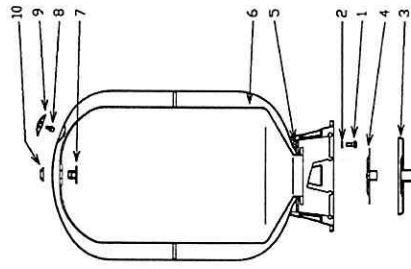

Fig. 3
3. Take the tank out of its package, remove the protection plug (Fig. 3, No. 9) from the air valve and then check the preloading pressure, making sure that this pressure is slightly less than the pressure switch triggering pressure and adding or removing air as required, and then screw the protection plug back on.
Proceed as follows for the replacement of the bladder (See Fig. 3):
3. Die Verpackung vom Behälter entfernen, den Schutzverschluss (Abb. 3 - Nr. 9) des Luftventils abnehmen und den Vordruck kontrollieren; sicherstellen, daß der Vordruck etwas niedriger als der Einschaltdruck des Druckwächters ist, je nach Bedarf Luft im Behälter hinzuliegen oder wegnehmen, dann den Schutzverschluss wieder aufschrauben.